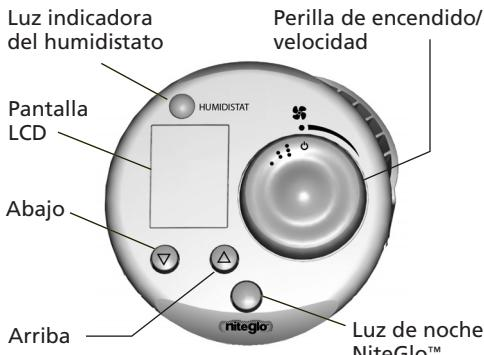

Figura 8
1. **Control de potencia/velocidad:** Enciende o apaga el humidificador. Siempre debe apagarse el humidificador antes de desconectarlo, moverlo o llenar el tanque de agua. Vea la Figura 8.